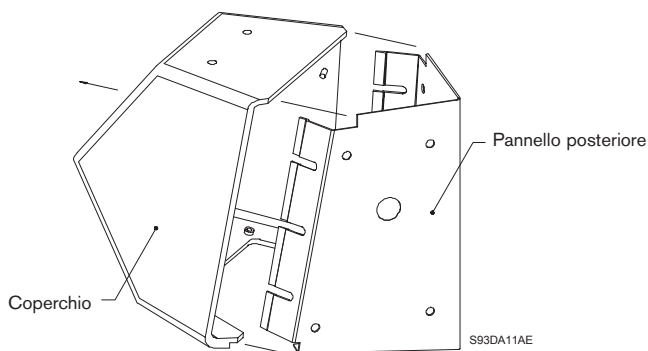

Figura 3: Rimozione del coperchio
3. Accedere all'interno della custodia e rimuovere i sei dadi a colletto che fissano il coperchio al pannello posteriore. Rimuovere il coperchio. Vedere Figura 3.